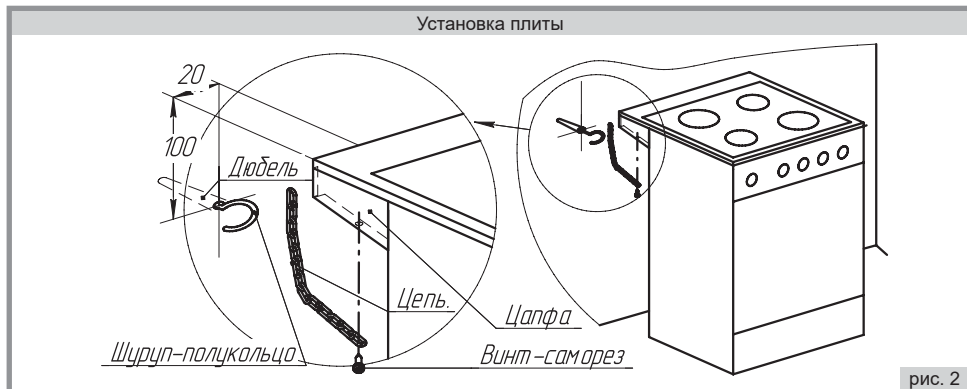

рис. 2
2. Провести разметку положения отверстия под установку дюбеля, для чего от угла стола плиты провести линии на расстоянии 20мм и 100мм согласно рисунку (рис.2) и отметить точку их пересечения. Отодвинуть плиту.